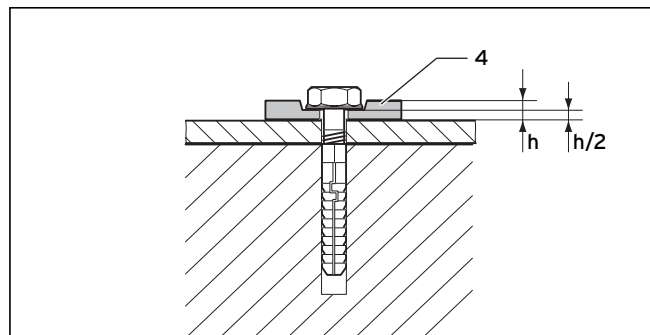

Bild 6.16 Montering med flexibla underlagsskivor
De 4 flexibla underläggsskivorna (4) måste användas för att motverka materialutvidgning. Tryck ihop underläggsskivorna med 50 %, se bild 6.16.